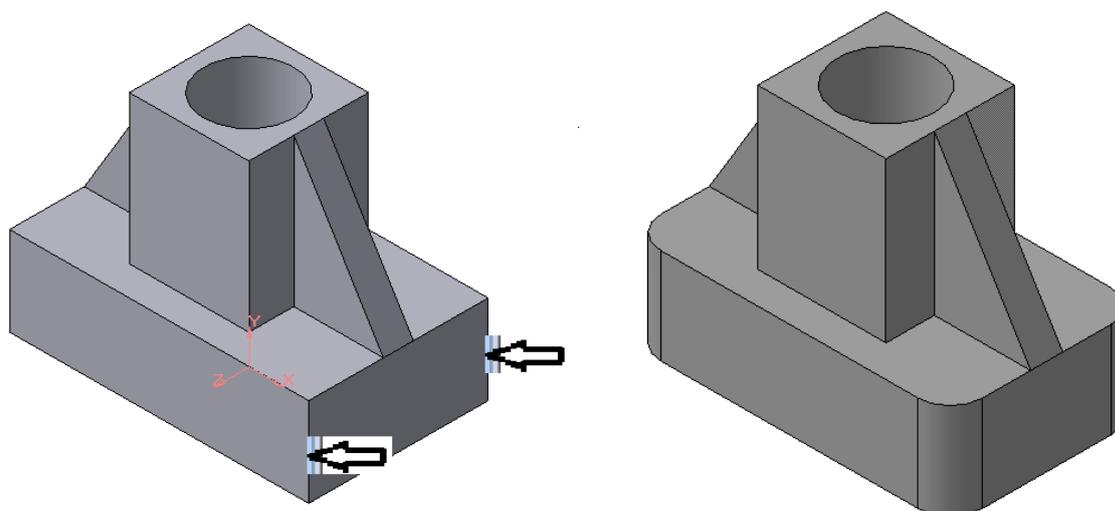

Рисунок 37
8. Выполняем  **Скругления** R10 на углах основания (рисунок 37).